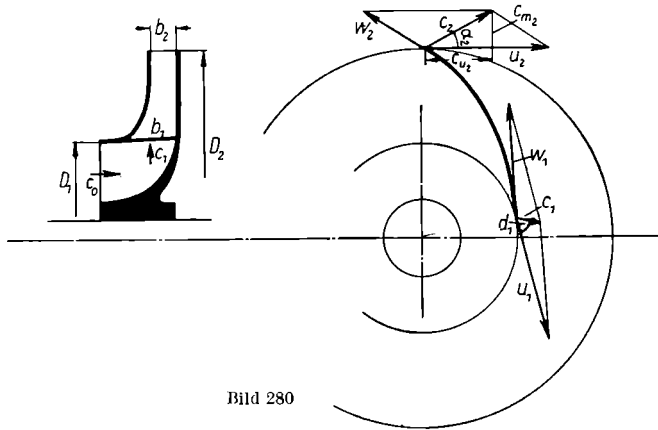

Bild 280
a) Innendurchmesser D_1 , **b)** axiale Breite der Schaufel b_1 bei D_1 , **c)** Durchmesser D_2 , **d)** Umfangsgeschwindigkeit u und u_2 , **e)** c_{u_2} aus der Nutzhöhe, **f)** Eintrittsgeschwindigkeitsdreieck, **g)** Austrittsdreieck nach dem c_{m_2} senkrecht dem Austrittsquerschnitt berechnet, wenn $c_2 = 1,1 c_{u_2}$ gewählt wird, η_h Breite b_2 (Bild 280, 115).